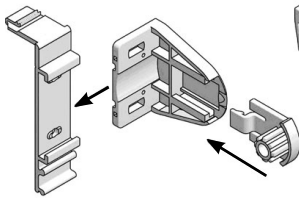

Рис.8
- 3.2. Вставить кронштейны MINI в накладные кронштейны (Рис.8).